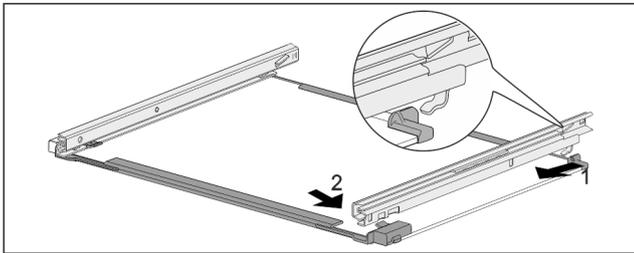

Fig. 80 Glasplatte mit Schienen
- ▶ Schiene hinten einhaken. Fig. 80 (1)
- ▶ Schiene vorne einrasten. Fig. 80 (2)